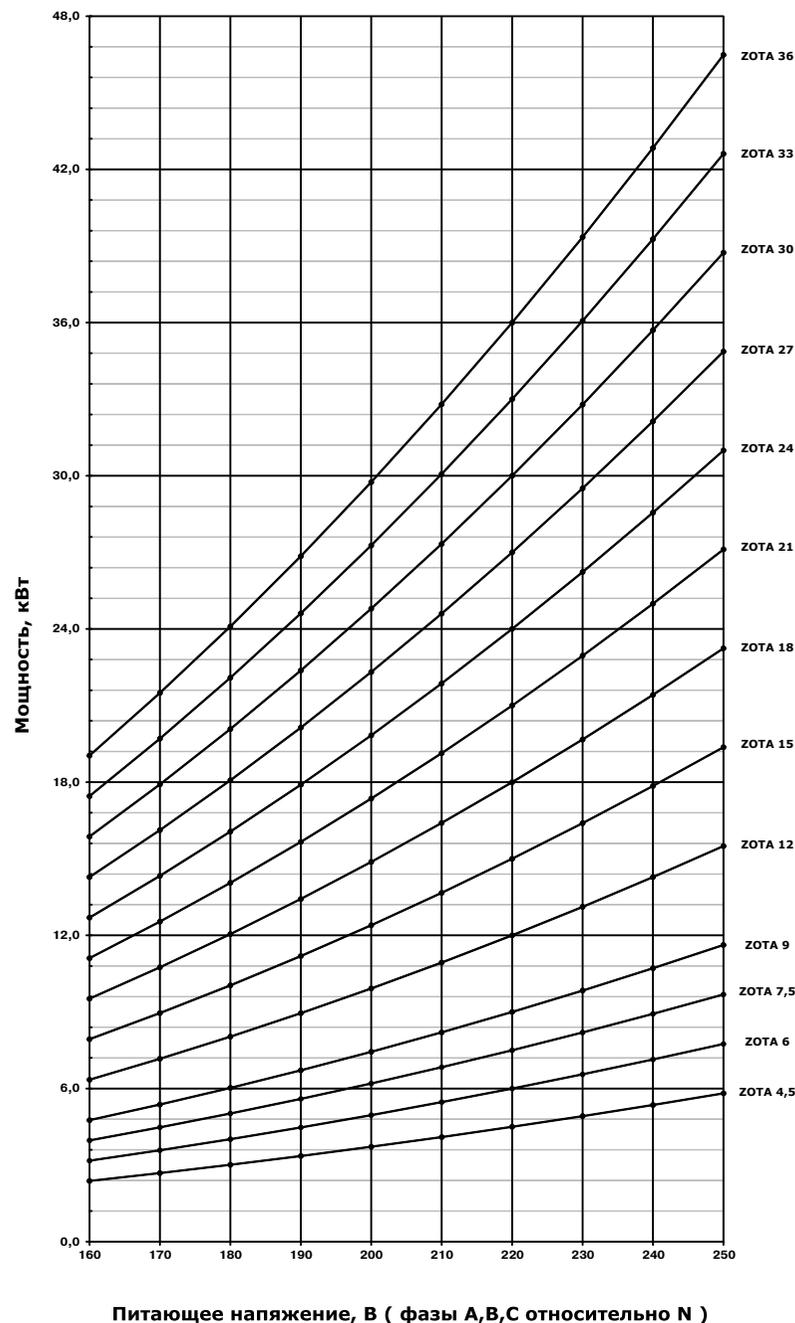

Рис. 11 График изменения мощности электроводонагревателя в зависимости от питающего напряжения
1.4. Электроводонагреватель предназначен для работы в 3-х фазных сетях переменного тока напряжением 380 В, частотой 50 Гц с глухозаземленной нейтралью. Номинальное напряжение между нулем и – каждой фазой 220 В ±10% (в соответствии с ГОСТ 32144) от 200 В до 240 В. Электроводонагреватель ZOTA – 4,5 «Smart SE»; ZOTA – 6 «Smart SE»; ZOTA – 7,5 «Smart SE»; ZOTA – 9 «Smart SE» можно использовать для работы в трехфазной 380 В, и однофазной 220 В, сетях переменного тока, частотой 50 Гц. Номинальное напряжение между нулем и питающей фазой при однофазном подключении 220 В ±10% (в соответствии с ГОСТ 32144) от 200 В до 240 В. При питании пониженным напряжением мощность электроводонагревателя значительно снижается (см. приложение 2 Рис. 11).